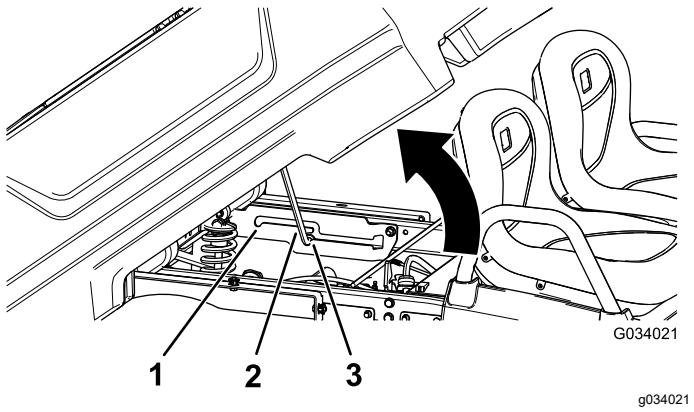

Рисунок 14
2. Ведите опорную стойку в паз с фиксацией, удерживающий кузов в положении разгрузки (Рисунок 14).
2. Вытяните опорную стойку из паза с фиксацией (Рисунок 14).
2. Ведите опорную стойку в паз с фиксацией, удерживающий кузов в положении техобслуживания (Рисунок 14).